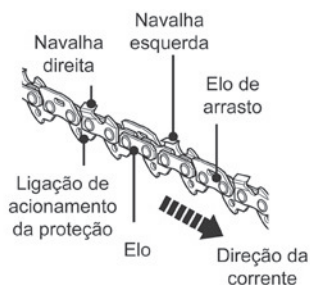

Fig. 72
- > A diferença de altura entre o dente e o rebordo é a profundidade de corte. Quando afiar a corrente (C4), tem de ter em consideração os seguintes pontos (Fig. 72).